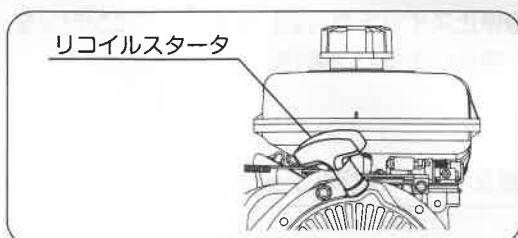

図13
- ❹リコイルスタータを引っ張り、エンジンが始動したらチョークレバーを徐々に「全開」位置にします。(図13)